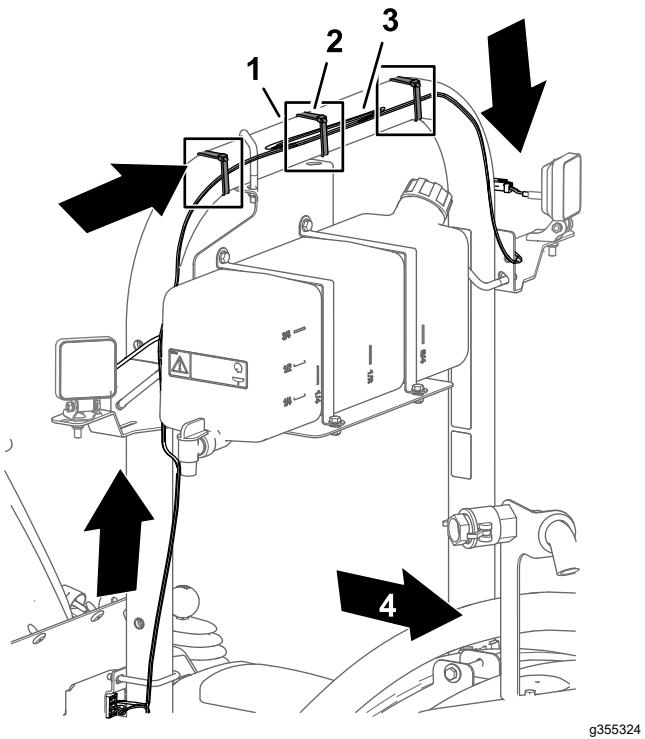
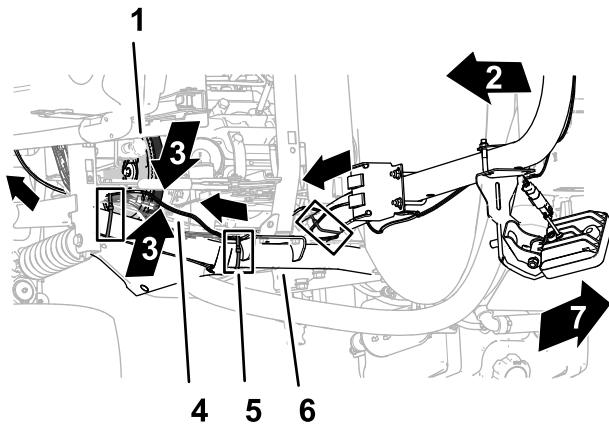
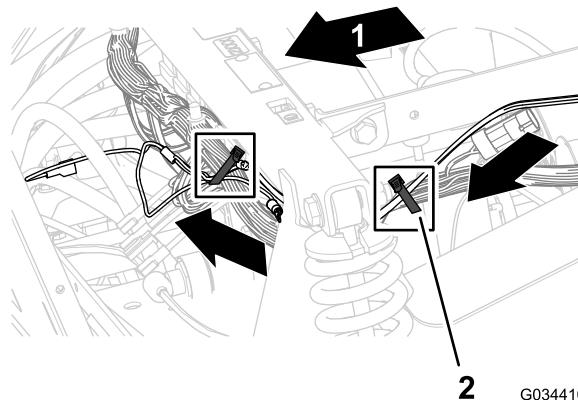

Рисунок 10
Рисунок 11
Рисунок 12
- Рядом с переключателями проложите ответвление жгута проводов с 2-гнездовым соединителем вверх и по периметру задней стороны горизонтальной трубы конструкции ROPS, как показано на Рисунок 10.
Примечание: Сложите излишнюю длину жгута проводов в виде связки посередине конструкции ROPS и прикрепите ее кабельной стяжкой, как показано на Рисунок 10.
- 2. Рядом с переключателями освещения проложите ответвление жгута проводов с гнездовой клеммой и круглой клеммой вниз и вперед, как показано на Рисунок 11 и Рисунок 12.
- 3. Прикрепите жгут проводов комплекта заднего рабочего осветительного прибора к трубе конструкции ROPS, верхней передней трубе рамы машины и жгуту проводов машины с помощью кабельных стяжек, как показано на Рисунок 10, Рисунок 11 и Рисунок 12.
Примечание: Сложите излишнюю длину жгута проводов в виде связки в зоне верхней передней трубы рамы и прикрепите ее кабельной стяжкой, как показано на Рисунок 11.